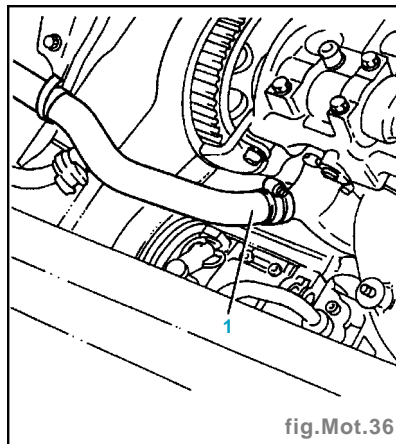

fig. Mot. 36
- Déconnecter du thermostat la tuyauterie d'amenée du liquide de refroidissement au radiateur (4).
- Déconnecter du thermostat la tuyauterie d'amenée du liquide de refroidissement à l'échangeur de chaleur de l'huile moteur (5).
- Déconnecter du thermostat la tuyauterie d'amenée du liquide de refroidissement à la vanne papillon/au réservoir du liquide de refroidissement (6).
- Déconnecter du tube rigide d'entrée de la pompe à eau du moteur de la tuyauterie de retour du liquide de refroidissement du réchauffeur du système de la climatisation (7).
- Déconnecter du tube rigide d'entrée de la pompe à eau du moteur la tuyauterie de retour du liquide de refroidissement du radiateur (8).
- Déconnecter du tube rigide d'entrée de la pompe à eau du moteur de la tuyauterie d'alimentation du système (1) (fig. Mot. 36).